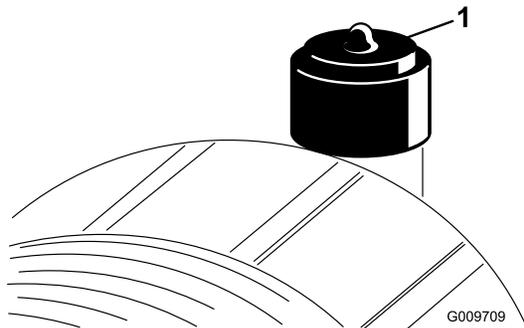

Figura 50
Faça a manutenção ao filtro de ar apenas quando o indicador de manutenção (Figura 50) o exigir. Mudar o filtro de ar antes de ser necessário apenas aumenta a possibilidade de entrar sujeira no motor quando se retira o filtro.
6. Reinicie o indicador (Figura 50) se este se apresentar vermelho.